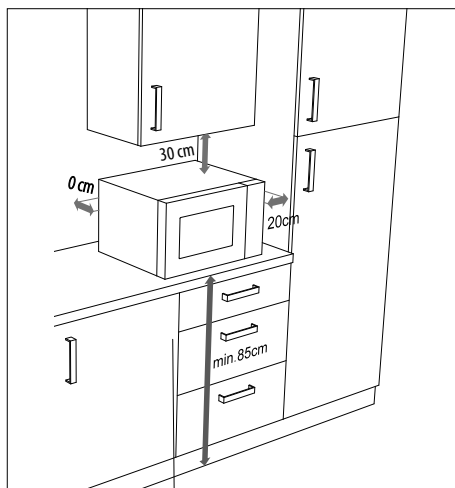

Fig. 4 – Distance entre les appareils
- ▶ Les distances indiquées (**voir Fig. 4**) doivent être respectées pour une ventilation suffisante. L'espaceur au dos de l'appareil doit toucher le mur. Il garantit la bonne distance lors de l'installation du four à micro-ondes.